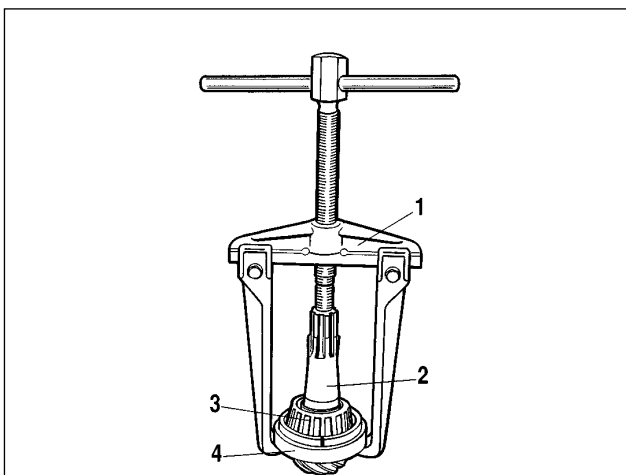

Bild 3-67. Ausbau des Innenrings des hinteren Lagers von Antriebsrad mit Universal-Abziehvorrchtung A.40005/1/7:
A.40005/ 1/7 und Dorn A.45008 (Bild 3-67) den Innenring des hinteren Rollenlagers abziehen,